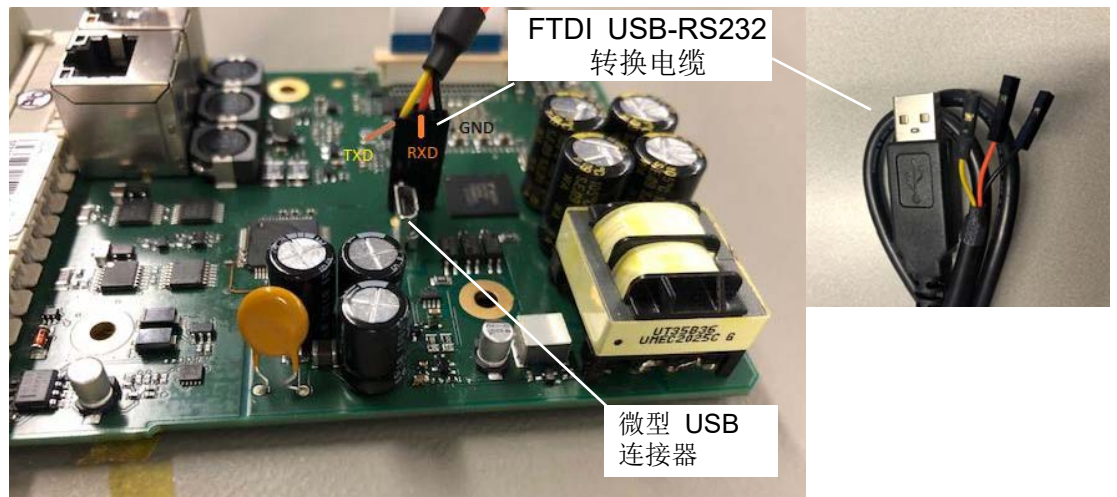

图 5-1. 串行端口和微型 USB 连接器
3. 使用 USB 电缆将 PFEA122 微型 USB 连接器连接到 PC、请参见图 5-1。